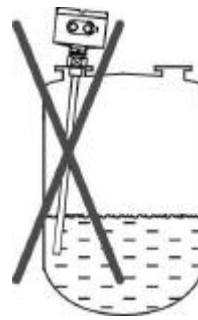

Fig. 6.4
- O transmissor não poderá ser instalado inclinado em relação à vertical. Observe a Fig. 6.4.